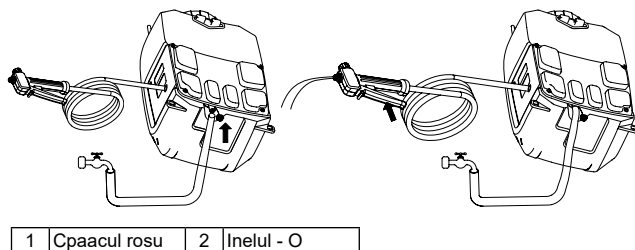

Figura 16
5. Deschideți încet robinetul, iar în același timp apăsați în jos maneta pentru a permite apei să spele orice resturi aderente din pompa. Consultați Figura 16.